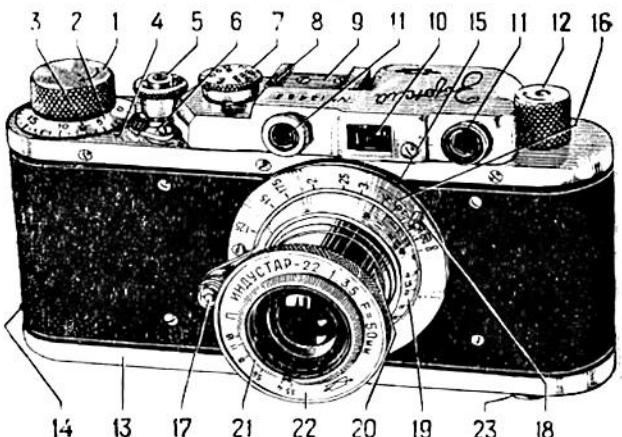

Рис. 1.
(рис. 1).
рукой, а катушку «Б» левой, введите пленку в прорезь «С», равномерно опуская их в тнезда. Если кассета не доходит до места, то слегка поверните головку обратной перемотки 12 (рис. 1).
5. Наденьте нижнюю крышку 13 (рис. 1), плотно прижмите ее и поверните дужку замка 23 по часовой стрелке на пол-оборота. Стрелка замка будет указывать на обозначение «ЗАКР.». Проверьте, замкнута ли крышка, и утопите дужку замка в углублении крышки.
наблюдая при этом, правильно ли тянет механизм пленку и вращается ли головка обратной перемотки пленки 12 (рис. 1).
7. Установите «0» шкалы счетчика 2 против указателя 4 (рис. 1).
В этом случае пленка будет вытягиваться с большим трудом. Прочность пленки может оказаться недостаточной, и она будет рваться зубьями барабана в месте перфорации. Перемещение пленки прекратится, так как зубья барабана будут вращаться в сорванных местах перфорации. Эту ошибку легко обнаружить по отсутствию вращения головки обратной перемотки пленки 12 (рис. 1) и шороха, связанного с движением пленки.
г) Перед зарядкой аппарата, т. е. до опускания приемной катушки и кассеты в гнезда аппарата и введения пленки в прорезь «С», выключатель механизма 6 (рис. 1) после перемотки пленки остался в положении, повернутом по стрелке до буквы «В». В этом случае не будет сцепления валика приемной катушки с зубчатым барабаном и при поворачивании головки заводного механизма 1 (рис. 1) пленка из кассеты будет вытягиваться без участия зубчатого барабана. Так как пленка протягивается через щель «С» с некоторым натягом, конец пленки, укрепленный под пружину приемной катушки, в некоторых случаях может быть вырван.